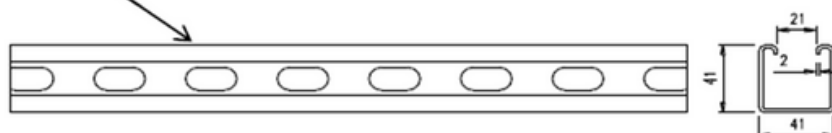

FIG. 5
- Trovato il punto di equilibrio, fissare la vite di regolazione col dado (Fig.1 pos.7). Per sistemi installati in ambienti instabili (es. OffShore) vengono fornite in optional: 4 viti M10x80 con rispettive rondelle e prolunghe (Fig.4) atte a fissare la posizione del piatto, da posizionare nel profilato (Fig.5) per il fissaggio della bilancia.